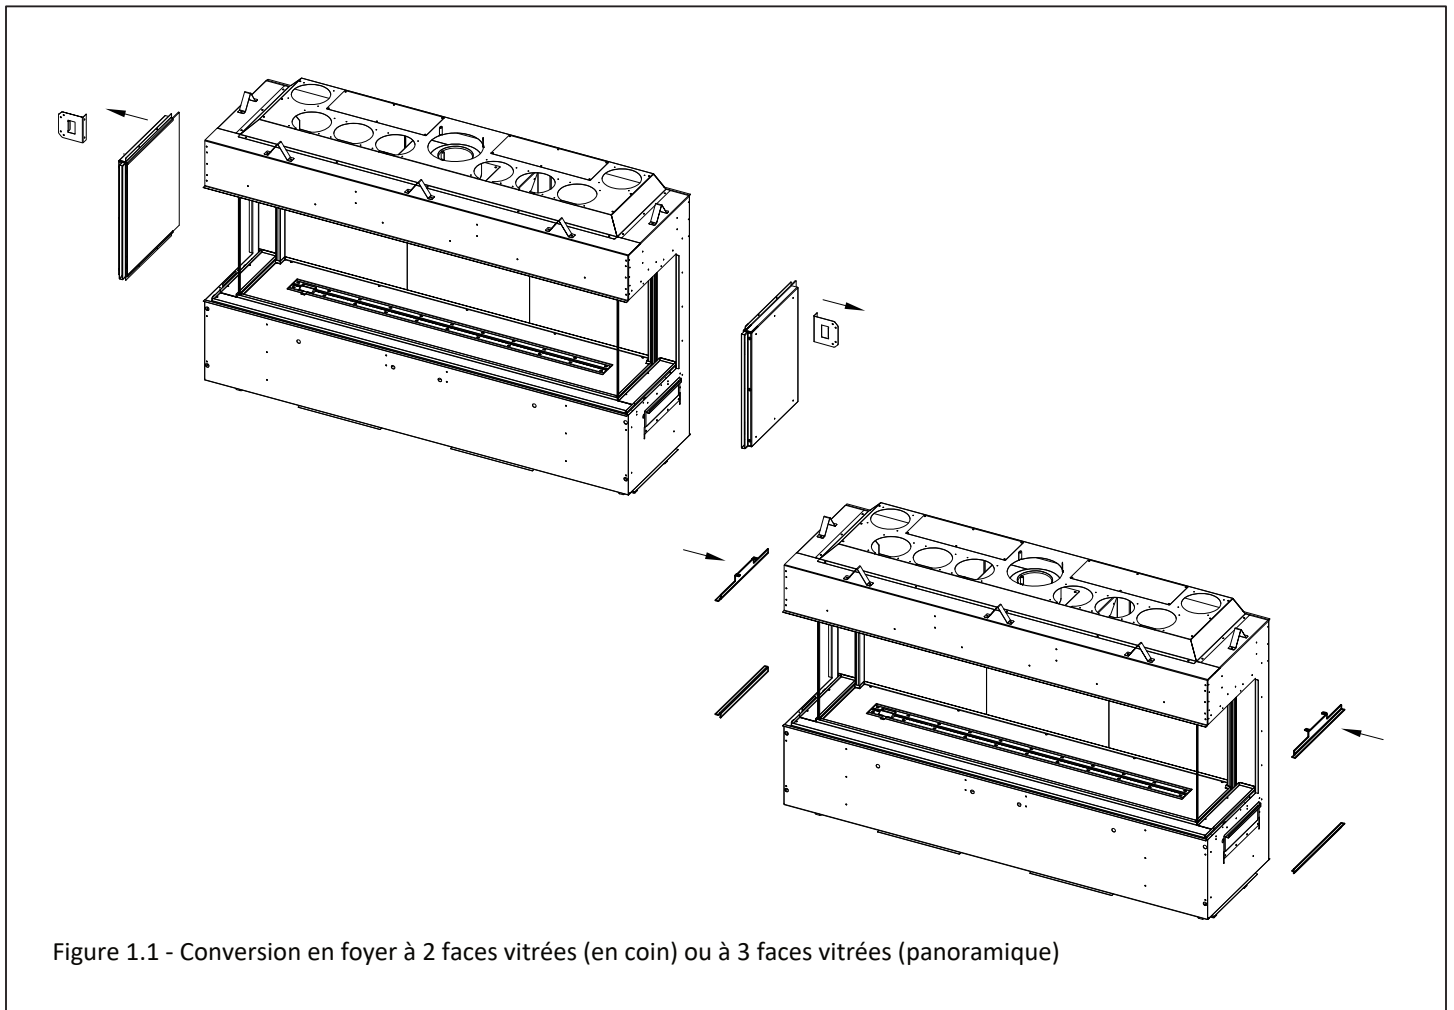

Figure 1.1 - Conversion en foyer à 2 faces vitrées (en coin) ou à 3 faces vitrées (panoramique)
La Figure 1.1 montre la procédure de conversion complète pour les deux côtés du foyer. Si vous voulez un foyer en coin, retirez seulement la plaque d'obturation du côté où vous désirez une face vitrée, et effectuez la conversion de ce côté-là. Pour un foyer panoramique (3 faces vitrées), suivez toutes les instructions pour effectuer la conversion aux deux côtés du foyer.
1. Retirez et jetez (ou recyclez) les brides de clouage et la (ou les) plaque(s) d'obturation latérale(s) située(s) à un ou aux deux côté(s), dépendant de votre choix d'installation. Voir la Figure 1.1. Conservez ces vis pour l'étape 2.